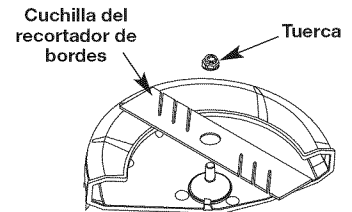

Fig. 17
4. Instale la cuchilla nueva y la tuerca (Fig. 17).
**NOTA:** Asegúrese de que los bordes de la cuchilla estén orientados en la dirección correcta (Fig. 17). La unidad no funcionará correctamente si la cuchilla de la bordeadora está al revés.